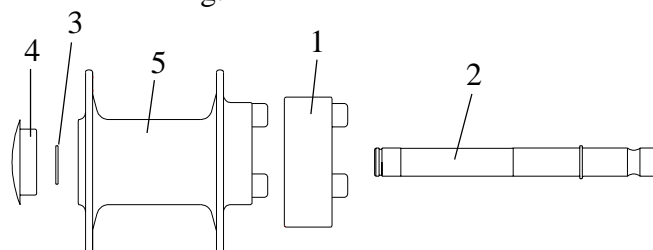

fig. 2
- Placera adaptern på hjulnavets insida så att tapparna på hjulnavet (a) passar i adapters uttag, se fig. 2.
- För hjulaxel genom adaptern (1) och hjulnavet (5)
- Montera spårringen (3) så att hjulaxeln låses.